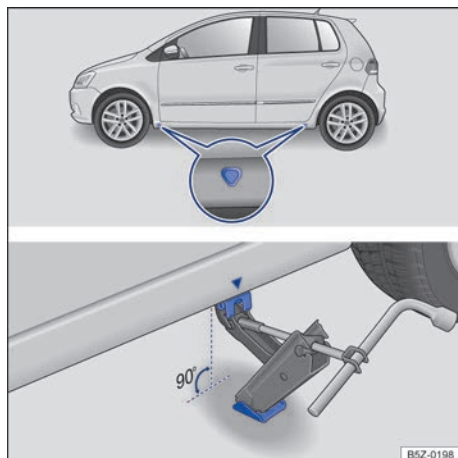

Fig. 195 Pontos de apoio do macaco e macaco posicionado no lado esquerdo traseiro do veículo.
A figura → Fig. 195 ilustra, como exemplo, as indicações do modelo Fox.
O macaco somente pode ser posicionado nos pontos de apoio indicados (marcação na carroceria) → Fig. 195. É válido o ponto de apoio localizado próximo à roda correspondente → ⚠.
6. Procurar sob o veículo o ponto de apoio do macaco → Fig. 195 mais próximo da roda a ser trocada.
8. Garantir que a base do macaco, com toda sua superfície, esteja sobre o chão e que a base se encontre perpendicularmente abaixo do ponto de colocação → Fig. 195.
9. Alinhar o macaco e, simultaneamente, levantar a garra do macaco até ela se encaixar na travessa debaixo do veículo → Fig. 195.
- Posicionar o macaco somente nos pontos indicados. A garra do macaco deve se encaixar no perfil da longarina de forma segura → Fig. 195.